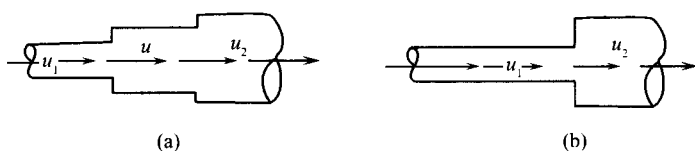

图 1-8
① 流动阻力损失占流体动能的比例随雷诺值的增大而下降
② 雷诺值增大,摩擦系数下降,流体阻力损失将减小
③ 随着雷诺值的增大,管壁粗糙度对流动的影响增强
④ 随着雷诺值的增大,流体黏度对流动的影响将相对削弱
① Re 增加, λ 增加 ② Re 增加, λ 减小
③ Re 增加, λ 基本不变 ④ Re 增加, λ 先增加后减小
① 不变 ② 增大
③ 减小 ④ 阻力的变化决定于流体和石蜡浸润情况
59. 图 1-8 中,流体的一次减速,由 u_1 降至 u_2 (b)与流体的二次降速,由 u_1 降至 u ,再由 u 降至 u_2 (a),_____方式局部损耗大。
① 由 u_1 一次降到 u_2 局部损耗较大 ② 由 u_1 经 u 再由 u 降至 u_2 局部损耗大些
③ (a)、(b)情况损耗一样 ④ 要通过计算方能比较